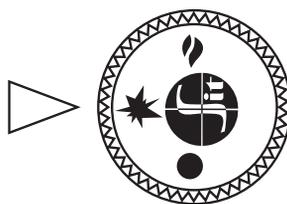

Рис. 10.
- 7.3. Для розжиг пилотной горелки ручк управ ления переводится в положение «**ИСКР** » (рис. 10).